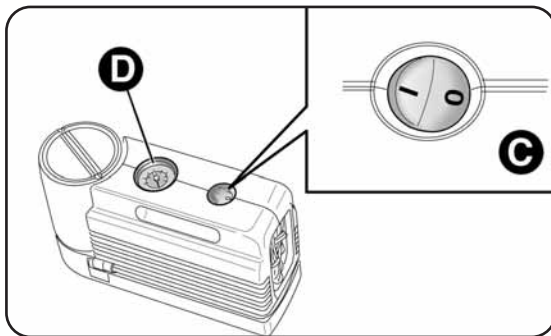
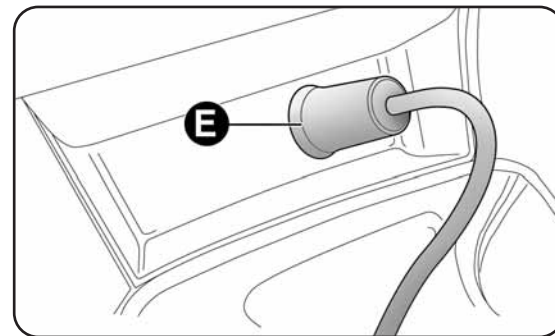

fig. 5
fig. 5a
- assicurarsi che l'interruttore C-fig. 5 del compressore sia in posizione 0 (spento), avviare il motore, inserire la spina E-fig. 5a nella presa di corrente e azionare il compressore portando l'interruttore C-fig. 5 in posizione I (acceso).
- Gonfiare il pneumatico alla pressione prescritta nel paragrafo "Pressione di gonfiaggio" del capitolo "6". Per ottenere una lettura più precisa, si consiglia di verificare il valore della pressione sul manometro D-fig. 5 con il compressore spento;